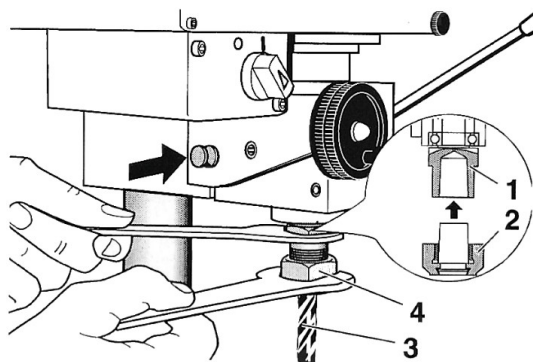
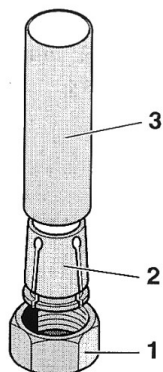

Fig. 7
Fig. 8
2. Einheit 2 (Fig. 7) in den Konus (1) der Hauptspindel einführen und Überwurfmutter leicht mit der Hand aufschrauben.
3. Das zur eingesetzten Spannzange passende Werkzeug (3) (Bohrer, Fräser) einsetzen.
4. Überwurfmutter (4) anziehen und dabei Spindel mit zweitem Schlüssel gegenhalten.
5. Zum Demontieren von Überwurfmutter 1 (Fig. 8) und Spannzange (2) das Rohrstück (3) auf den konischen Teil der Spannzange drücken und Überwurfmutter abnehmen.
2. Insert the assembly 2 (Fig. 7) into the tapered seat (1) in the main spindle and tighten the spigot nut lightly by hand.
3. Insert the appropriate tool (3) for the respective chuck (drill, milling cutter).
4. Tighten the spigot nut (4), thereby hold the spindle with a second open end spanner.
5. Press the clamping tube 3 (Fig. 8) onto the conical part of the clamping chuck to disengage the spigot nut (1) and take the nut off.
2. Introduire l'ensemble 2 (fig. 7) dans le cône (1) et visser légèrement l'écrou-raccord à la main.
3. Introduire l'outil correspondant (3) (foret, fraise, etc.) dans la pince.
4. Serrer l'écrou-raccord (4) en bloquant la broche à l'aide de la seconde clé.
5. Pour séparer l'écrou-raccord 1 (fig. 8) et la pince (2), placer le tube (3) sur le cône de la pince et pousser.
2. Introdurre l'unità 2 (fig. 7) nel cono (1) del mandrino e avvitare leggermente a mano il dado a risvolto.
3. Inserire l'utensile (3) (punta, fresa) adatto alla pinza inserita.
4. Serrare il dado a risvolto (4) tenendo fermo il mandrino con una seconda chiave.
5. Per lo smontaggio del dado a risvolto 1 (fig. 8) e della pinza (2) infilare il pezzo tubolare (3) sulla parte conica della pinza e togliere il dado a risvolto.